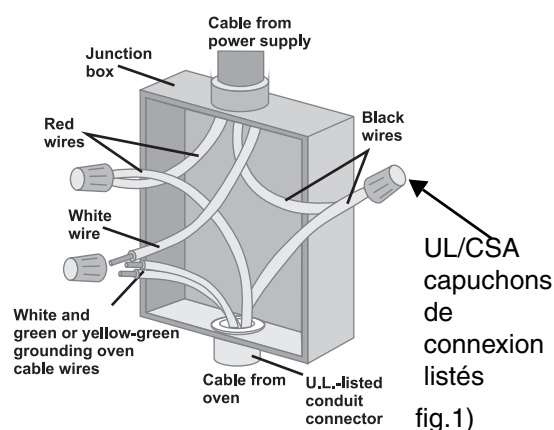

fig.1)
Tenez compte des dimensions indiquées aux figures 1, 2, 3. Pour une installation sous le comptoir, tenez compte des dimensions indiquées aux figures 1 et 3. Pour une installation superposée, tenez compte des dimensions indiquées aux figures 1 et 2.
- Référez-vous aux figures 1 et 2 ci-dessous, qui représentent la manière la plus commune de faire la connexion électrique.
Référez-vous à la **figure 1**, où les codes locaux permettent la connexion entre le fil de mise à la terre de l'appareil et le fil neutre du circuit de dérivation (fil de couleur blanc) :